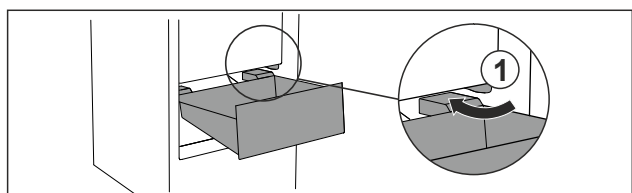

Fig. 67
- ▶ Før skuffen skråt omkring stoppene Fig. 67 (1).